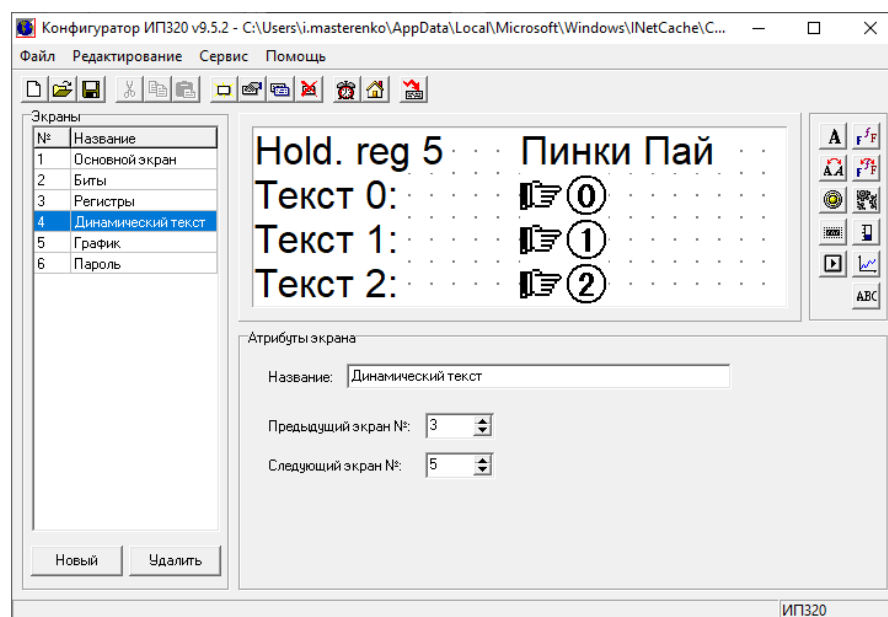

Рис. 10. Экран **Динамический текст**
- **Число рег-ов** – число регистров для типа FLOAT (2);
4. На экране **Динамический текст** (рис. 10) выполняется чтение и запись регистра, привязанного к элементу типа **Динамический текст**.